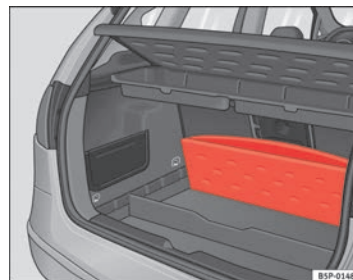

Abb. 106 Klappbarer Gepäckraumboden
- Den Gepäckraumboden anheben und vollständig nach hinten klappen ⇒ Seite 153, Abb. 106.